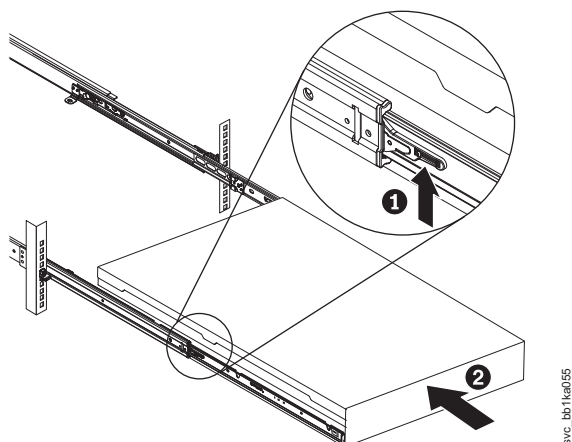

図 108. ラックのスライド・レールの SAN ボリューム・コントローラー 2145-CF8 または 2145-CG8 ロック・レバーを上げる
12. スライド・レール上のロック・レバー (137 ページの図 108 の **1**) を上げて、サーバー **2** を、所定の位置にカチッと音を立てて収まるまで、ラック内に完全に押し込みます。